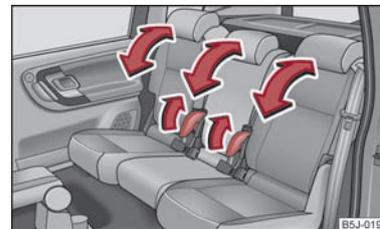

Abb. 38 Einstellung der Sitzlehne
- Ziehen Sie den Hebel ⇒ **Abb. 38** und stellen Sie die gewünschte Neigung der Sitzlehne ein.
- Ziehen Sie den Hebel ⇒ **Abb. 38** und klappen Sie die Sitzlehne vollständig nach vorn.